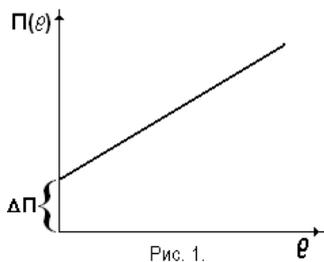

Рис. 1.
8. Закономерности изменения технического состояния механизмов машины (рис. 1,2,3) описываются математически функцией $\Pi(t) = Vc\alpha + Z(t) + \Delta\Pi$